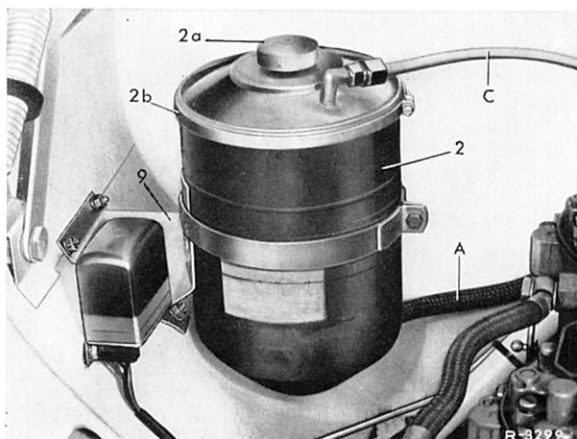

Bild 32–10/9
Die verwendete Druckölpumpe ist eine Radial-Kolbenpumpe mit vier radial zur Pumpenwelle angeordneten Kolben (1 k) (Bild 32–10/8).
Der Ölvorratsbehälter (2) ist hinten rechts (bei Rechtslenker-Fahrzeugen hinten links) im Motorraum über den Halter (9) mit einem Spannband befestigt (Bild 32–10/9). Der Ölvorratsbehälter ist über die Saugleitung (A) mit der Druckölpumpe und über die Rückströmleitung (C) mit dem Niveauregler verbunden.